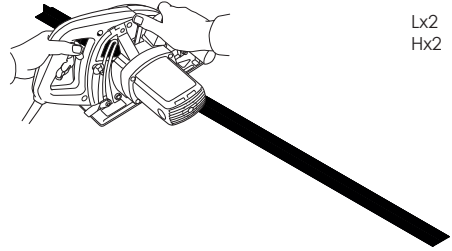

Fig. 4
4. Tagliare i profili di alluminio delle dimensioni (LxH) adatte a realizzare la flangia di collegamento alla macchina canalizzata. Fig. 4
4. Cut aluminium profiles of the appropriate size (LxH) to make the flange for connection to the ducted machine. Fig. 4